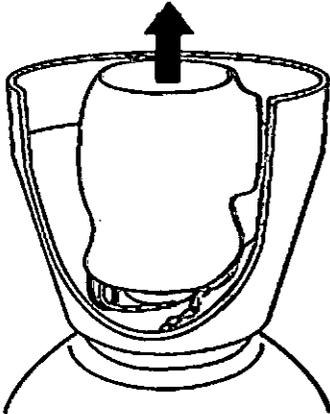

Figura 4-2
1. Retire el precinto de seguridad o cubierta y deséchelo debidamente (figura 4-2).